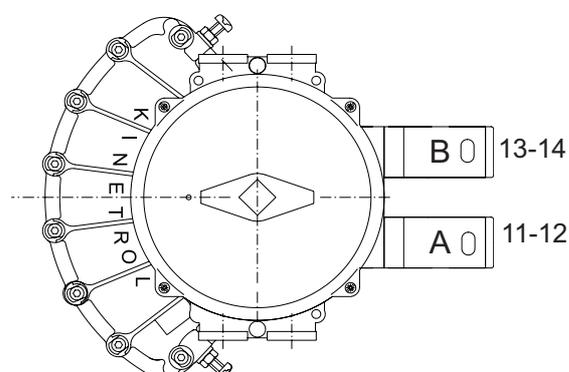

Figure 6
- Orientation des électrovannes : cf figure 6